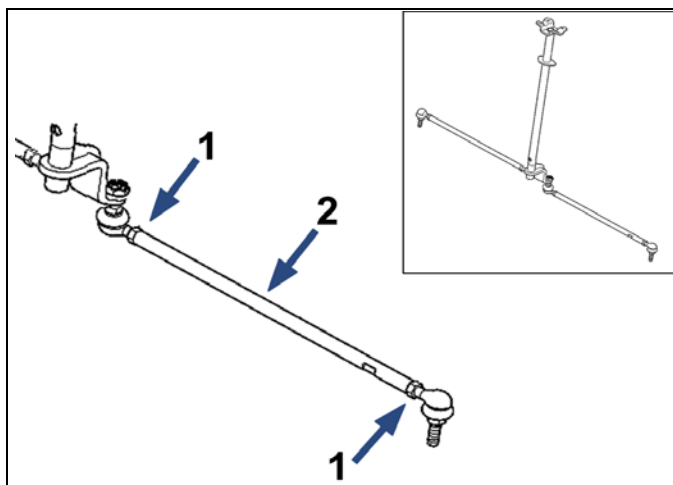

Abbildung 19
Um Justierungen am ATV vorzunehmen, lösen Sie zuerst Mutter (1) an jedem Spurstangenende des ATVs. Schrauben Sie nun Spurstangenkopf (2) auf beiden Seiten des Fahrzeuges in gleichem Maße hinein oder heraus. Siehe Abbildung 19.